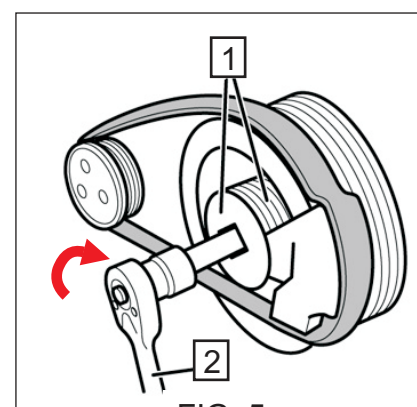

FIG. 5
- 4 Montar las herramientas (1) [FIG. 5]. Luego, montar la correa auxiliar exterior en la polea del compresor de AC y en la herramienta de montaje [FIG. 5].
- 5 Girar el cigüeñal hacia la derecha hasta que la correa esté colocada correctamente (2) [FIG. 5]. Luego, desmontar las herramientas de montaje (1) [FIG. 5].